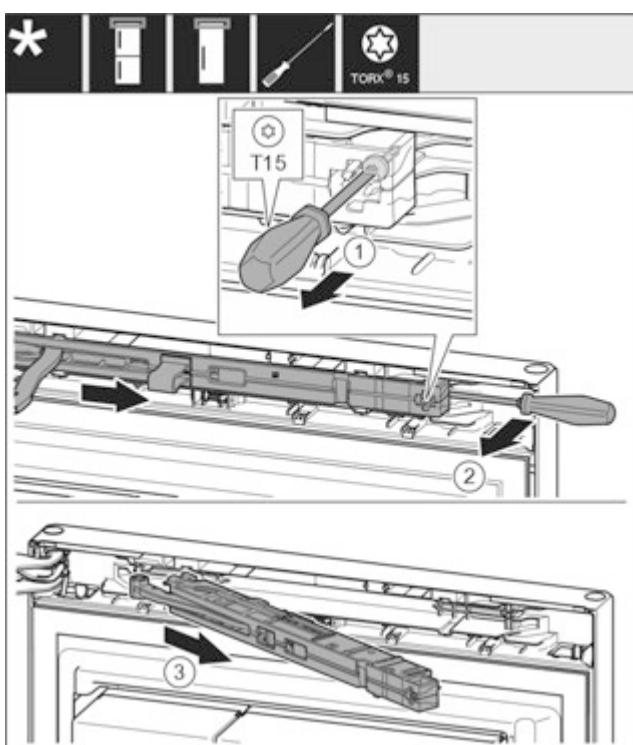

Fig. 11
- За допомогою викрутки T15 ослабте гвинт на демпферному вузлі приблизно на 14 мм. Fig. 11 (1)
- Переміщаючи викрутку з боку ручки за демпферний вузол, поверніть вузол уперед. Fig. 11 (2)
- Витягніть демпферний вузол. Fig. 11 (3)